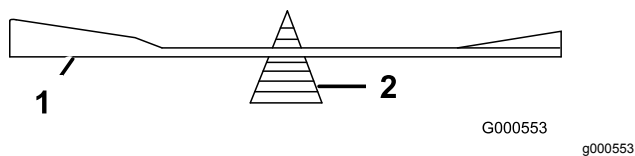

Рисунок 82
2. Проверьте балансировку ножа с помощью балансирующего устройства для ножей (Рисунок 82).